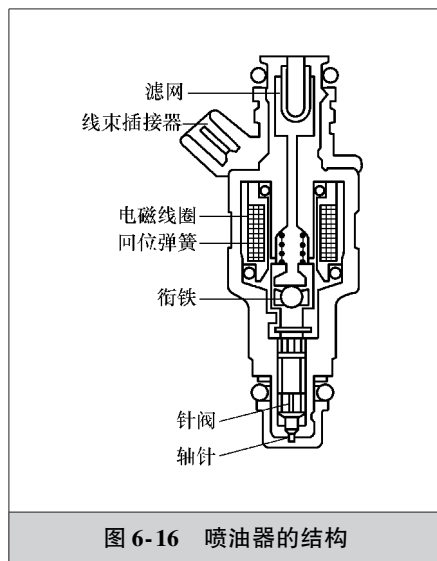

图 6-16 喷油器的结构
(1) 功用 喷油器的功用是根据 ECU 提供的信号, 控制喷油时间和喷油量。
(2) 结构和工作原理 如图 6-16 所示, 喷油器主要由滤网、线束插接器、电磁线圈、回位弹簧、衔铁和针阀等组成, 其中针阀与衔铁制成一体。